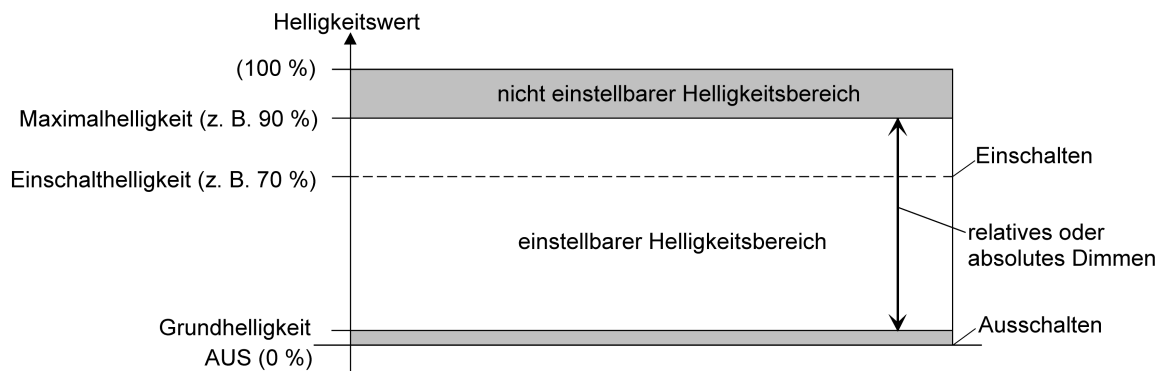

Bild 9: Beispiel eines Helligkeitsbereiches mit Grundhelligkeit
- Definition der unteren Helligkeitsgrenze mit Grundhelligkeit (siehe Bild 9):